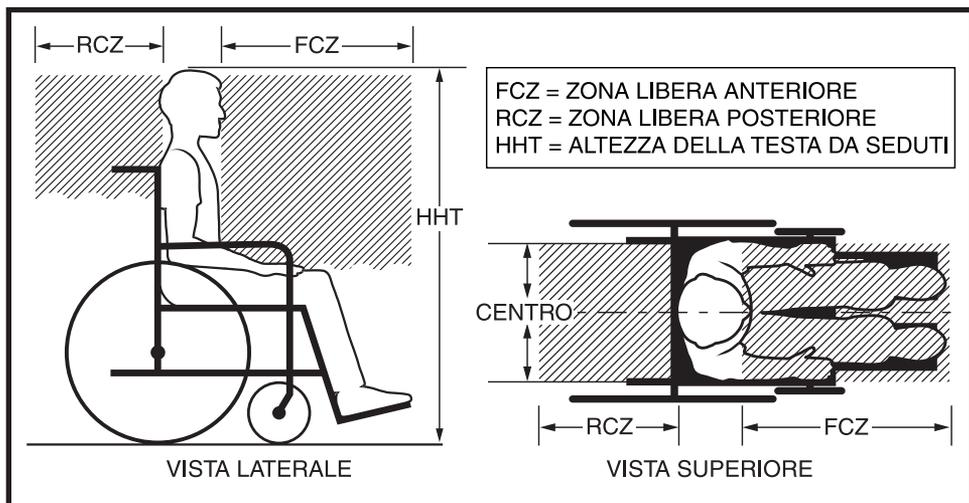

Figura 12. Zone libere consigliate per passeggeri seduti della carrozzina
- La zona libera anteriore (FCZ) corrisponde alla zona libera davanti la testa del passeggero e deve essere di almeno 65 cm se si utilizzano entrambe le cinture, addominale e toracica. **Consultare la figura 12.**
- La zona libera posteriore (RCZ) corrisponde alla zona libera dietro la testa del passeggero e deve essere di almeno 40,64 cm. **Consultare la figura 12.**
- L'altezza della testa da seduti (HHT) varia da circa 120 cm per una donna adulta di piccola taglia a circa 155 cm per un uomo adulto alto. **Consultare la figura 12.**